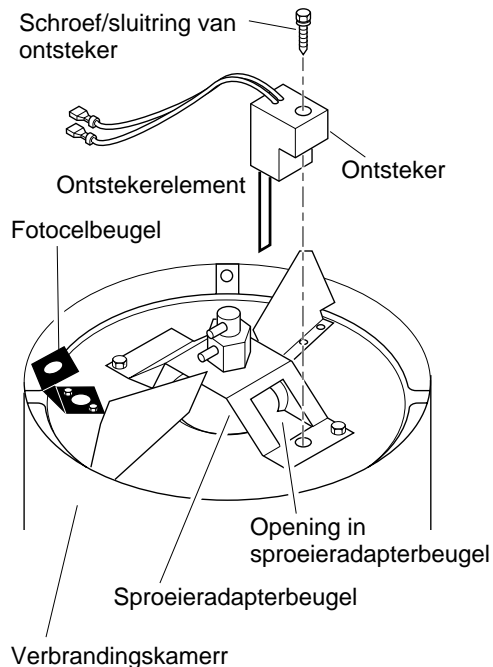

Figuur 11 - Ontstekerkabels losmaken van ontstekingsmechanisme
4. Maak ontstekerkabels (zwart) los van ontstekingsmechanisme (zie figuur 11). Trek ontstekerkabels omhoog door opening in onderste deel van behuizing.
5. Maak brandstof- en luchtslang los. Haal fotocel van beugel (zie figuur 11).